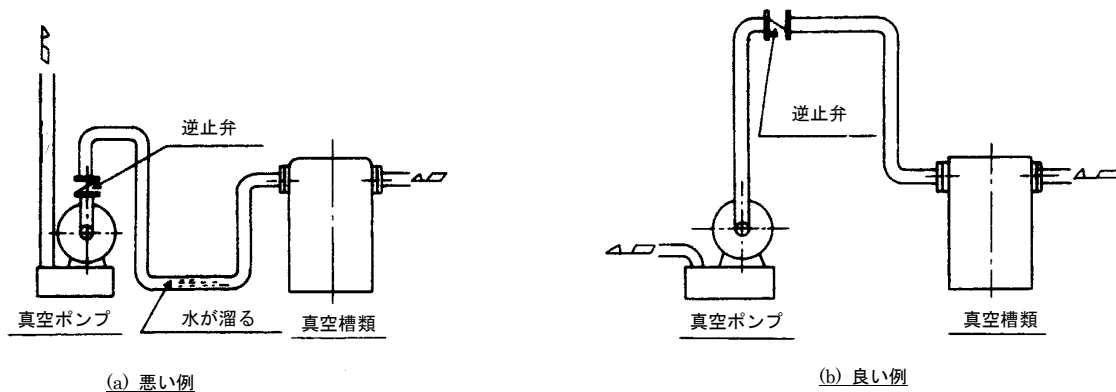

図 2
(1) ポンプは図 2 に示す要領で据付けてください。
- (2) 異物または多量の液を含むガスの場合には、吸込側にフィルターまたは吸込セパレータを設置してください。
- (3) 吸込管の接続は特に入念に行い、絶対に外部から空気の漏入がないようにしてください。
- (4) 多少の液を含むガスでも吸込めますが、図 2 (a) のように吸込管に谷をつけると、配管中に水が溜まり、性能が悪くなったり、脈動が発生します。
- (5) 吸込側へ取扱流体の逆流を防ぎたい場合には、図 2 (b) のように、逆止弁を設置してください。(逆止弁は特別付属品として用意してあります。)